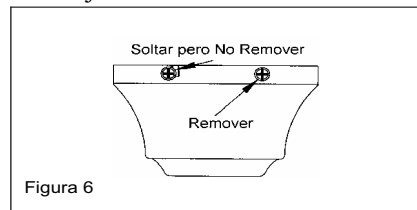

Figura 6
2. Retire la placa de montaje de la marquesina desenroscando los cuatro tornillos ubicados en la parte superior de la marquesina. Retire los dos tornillos de cabeza sin ranura y desenrosque los tornillos de cabeza con ranura. Así se podrá retirar la placa de montaje (Figura 6).